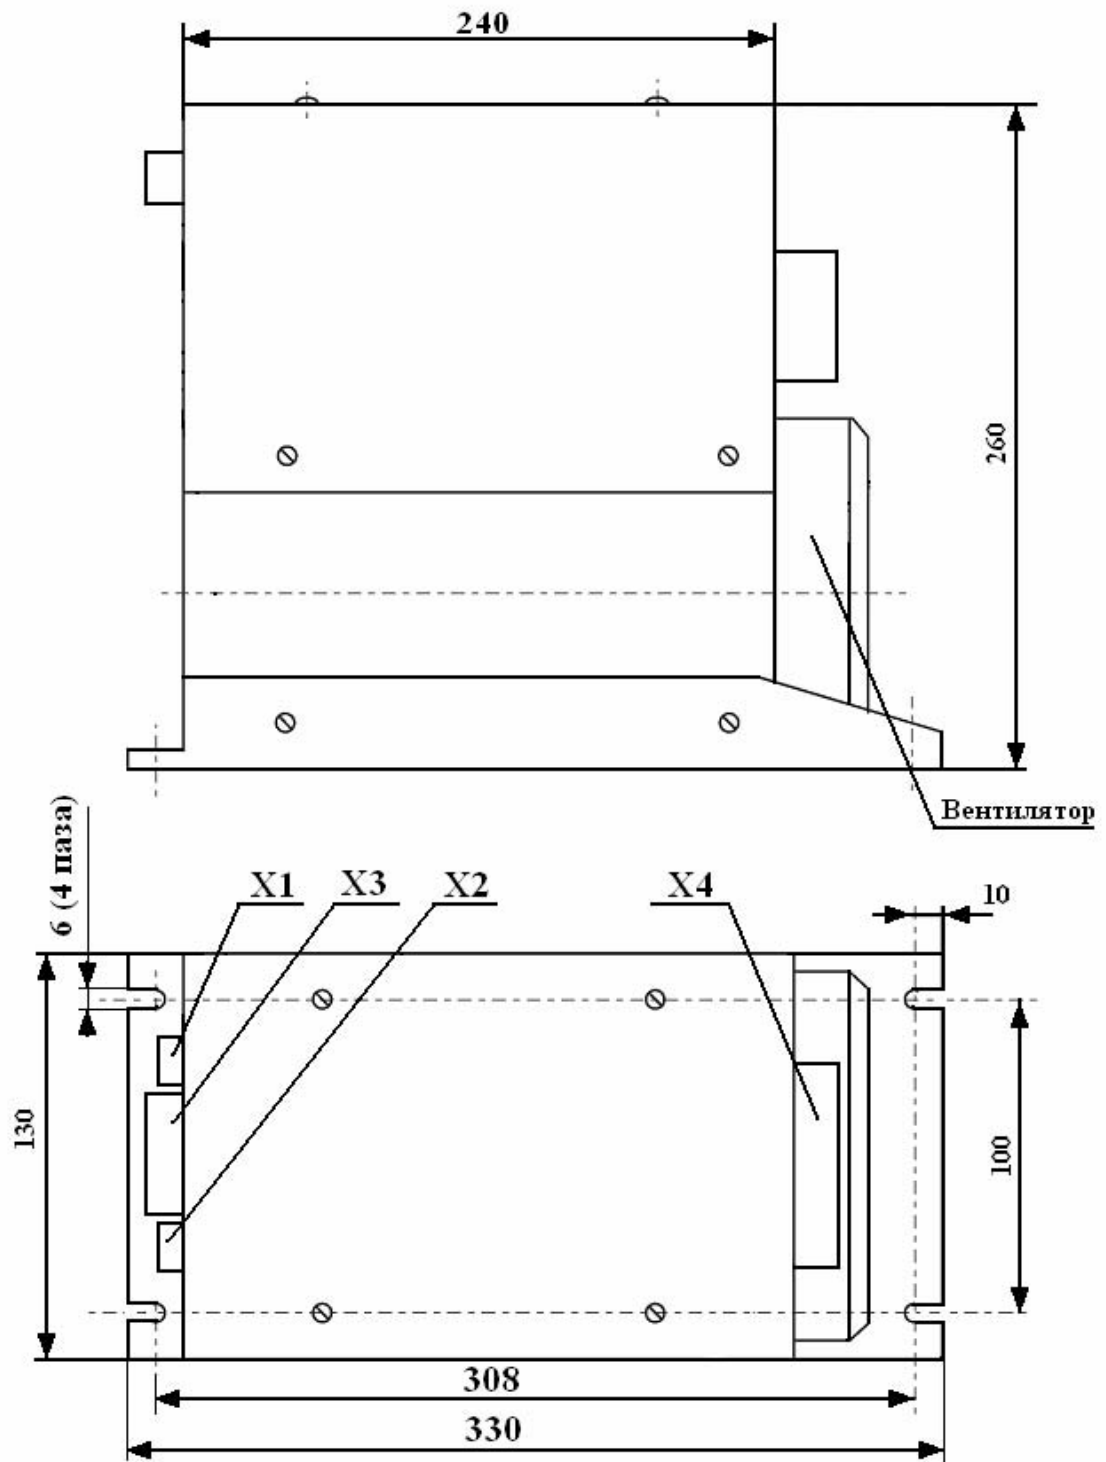

Рис.1 Габаритные и установочные размеры ПЕЛ-3-100
2.8. Габаритные, установочные размеры пускателя приведены на Рис.1.
4.1. Пускатель представляет собой единое устройство (блок), в состав которого входят: радиатор, три силовых тиристорных модуля **VS1, VS2, VS3**, базовая плата **A1** (Рис.1).